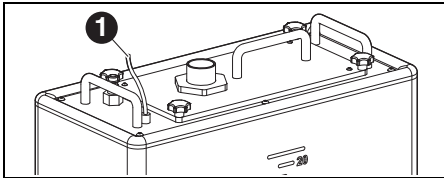

Bild 8 Anschlüsse Versorgungseinheit
- ▷ Die Steuerungsschnittstelle für die Versorgungseinheit an der Rückseite der Fräsmaschine ([4] in Bild 7) und an der Versorgungseinheit ([1] in Bild 8) mit dem Steuerungskabel verbinden.